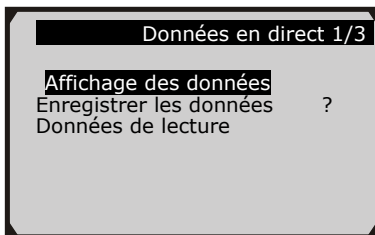

Figure 5.12
Pour enregistrer les données en direct, utilisez le bouton de navigation **HAUT/BAS** pour sélectionner **Enregistrer les données** dans le menu **Données en direct** et appuyez sur le bouton OK. (Figure 5.12)
- 1) Pour la lecture des données enregistrées, utilisez le bouton de navigation **HAUT/BAS** pour sélectionner **Lecture des données** du menu **Données réelles** et appuyez sur le bouton **OK**. (Figure 5.12)